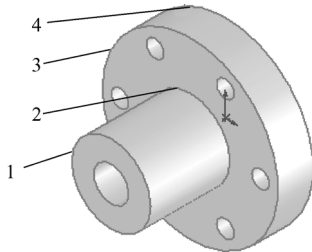
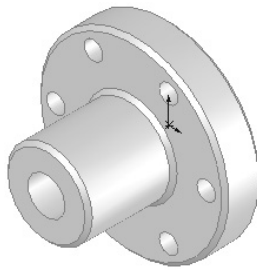

图4-13 创建拉伸3特征
图4-14 倒角后的图形
**17** 设置视图方向。单击“前导视图”工具栏中的“等轴测”按钮，将视图以等轴测方向显示，创建的拉伸3特征如图4-13所示。
**18** 倒角实体。选择菜单栏中的“插入”→“特征”→“圆角”命令，或者单击“特征”控制面板中的“圆角”按钮，此时系统弹出“倒角”属性管理器。在“距离”文本框中输入2，然后选择图4-13所示的边线1、边线2、边线3和边线4。单击“确定”按钮，倒角后的图形如图4-14所示。